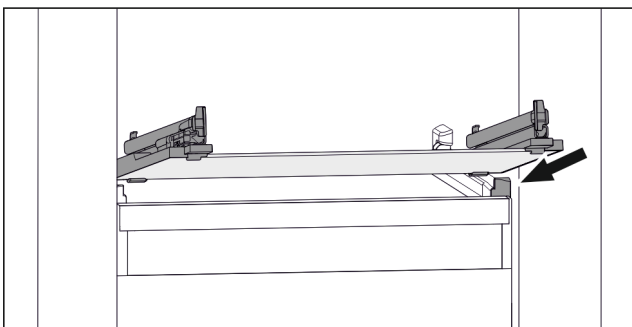

Fig. 167 Примерно изображение на стъклената плоча
- ▶ Поставете стъклената плоча под ъгъл зад ограничителите. (виж Fig. 167)